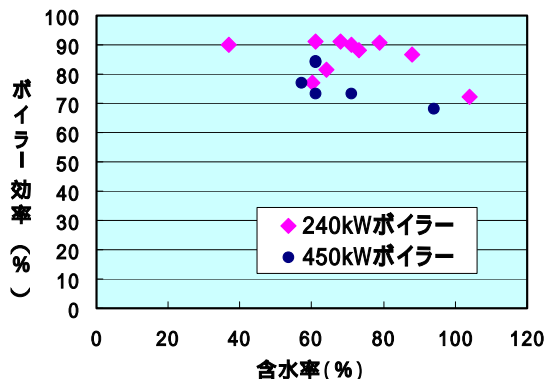

図3 チップボイラーのボイラー効率
- ・ 2 台のチップボイラーでボイラー効率（図 3）を比較すると、450kW ボイラーの効率が低く、大きすぎるボイラーは非経済的である。